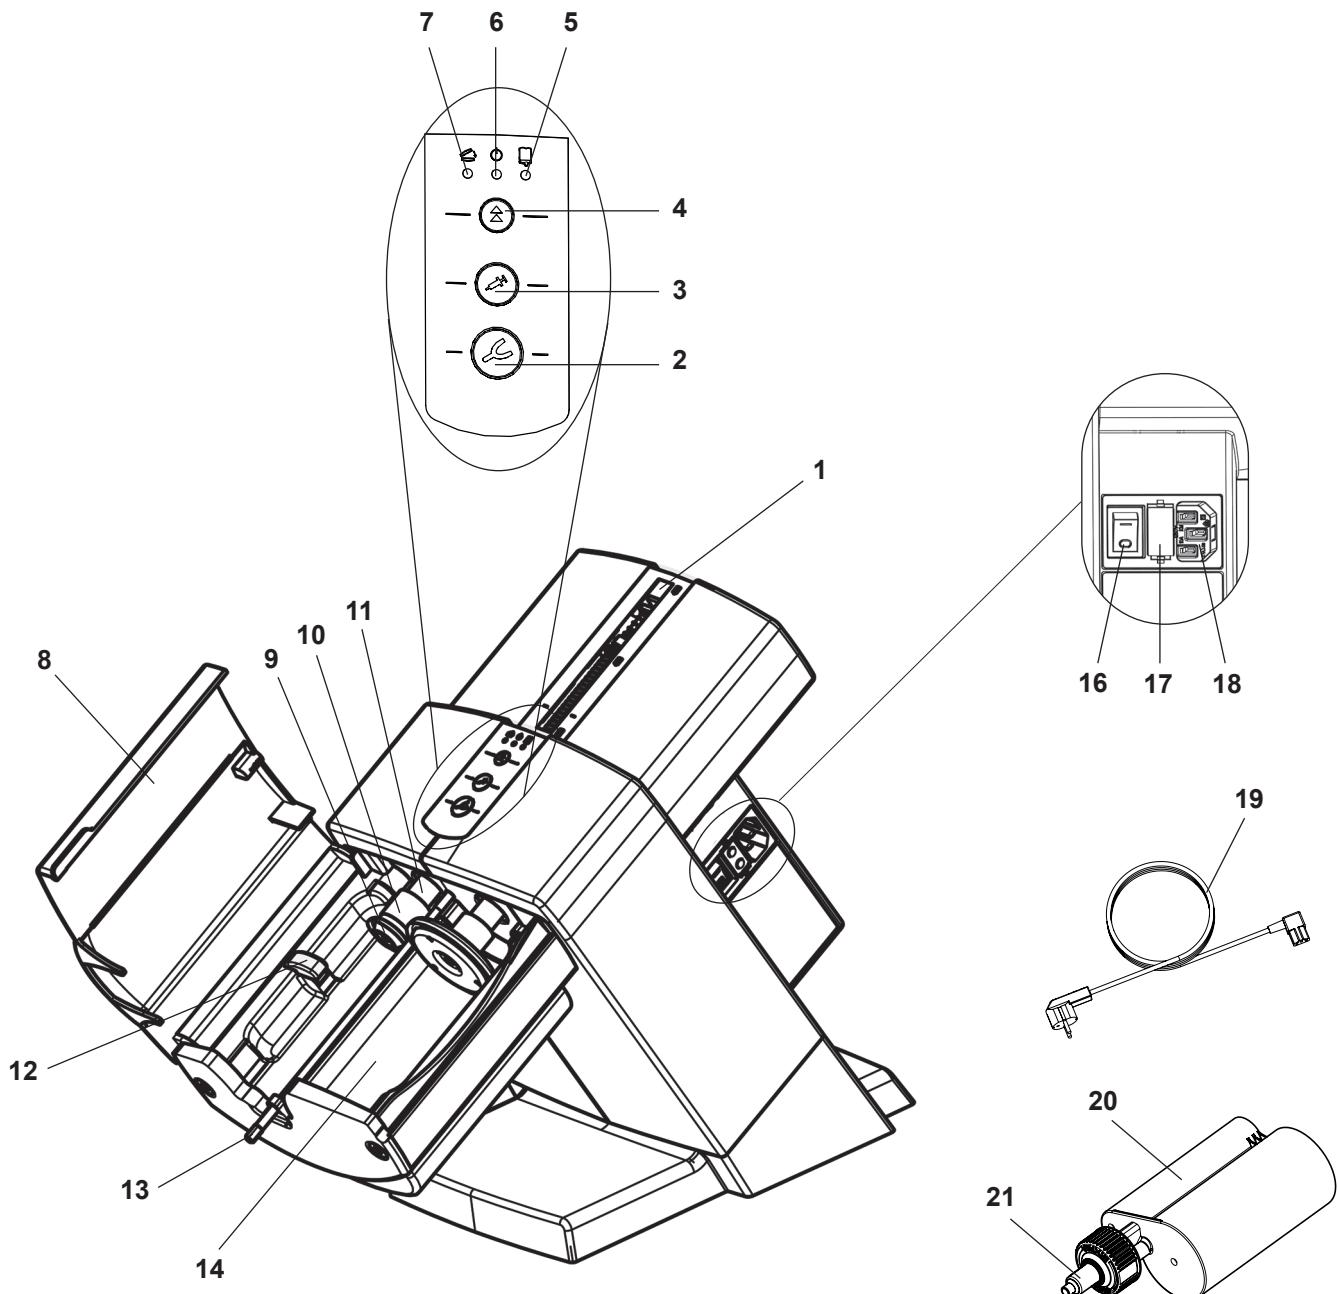

Fig. 1
- ⇒ Collegare il cavo di alimentazione fornito in dotazione (19, Fig. 1) nella presa per l'allacciamento alla rete (18).
- ⇒ Accendere l'apparecchio dall'interruttore di rete (16).
- ⇒ Chiudere il coperchio dell'apparecchio (8, Fig. 1).
- ⇒ Premere il tasto di ritorno (4).
- ◆ Gli stantuffi (9, Fig. 1) tornano indietro nella posizione iniziale e si arrestano in questa posizione.
- ⇒ Rimuovere il dispositivo di sicurezza per il trasporto (23).
L'inserimento nonché la sostituzione di una cartuccia possono essere effettuati solo se i due stantuffi (9, Fig. 1) si trovano nella posizione iniziale.
- ⇒ Aprire il coperchio dell'apparecchio (8, Fig. 1).
- ⇒ Inserire la cartuccia (20) nell'apparecchio. Accertarsi che la cartuccia sia posizionata sotto il nasello di arresto (12).
- È possibile chiudere lo sportello dell'apparecchio solo se la cartuccia è inserita correttamente. Se il coperchio dell'apparecchio non è chiuso correttamente, il LED rosso "Sportello dell'apparecchio aperto" si accende (7, Fig. 1).
- ⇒ Premere e tenere premuto il tasto di caricamento (2) o (3):
- Porta-impronta (2), elevata velocità di estrusione oppure
- Siringa (3), bassa velocità di estrusione.
- ♦ Il miscelatore esagonale (13, Fig. 1) inizia a girare e si inserisce automaticamente nell'ugello di miscelazione (21, Fig. 1), prima di fermarsi nuovamente.